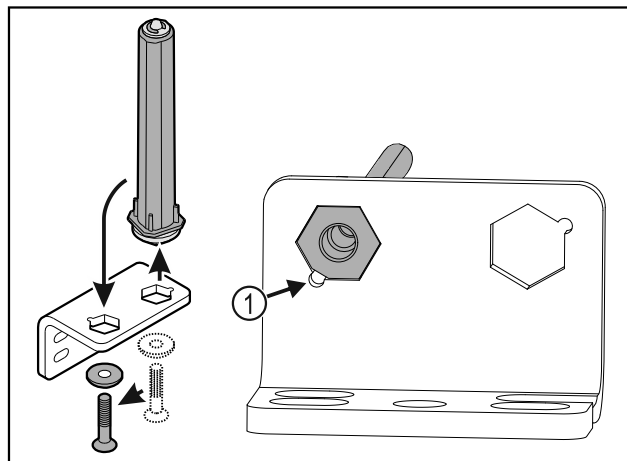

Fig. 19
- ▶ Ügyeljen arra, hogy felhelyezéskor a csapszeg élettörése Fig. 19 (1) a kerek furat felé mutasson.